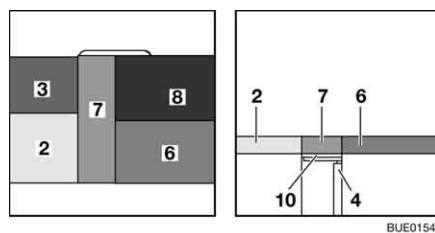

Fig. 141 Después de la transformación
- Colocar el cojín del respaldo (Fig. 141,8) en la mesa, delante del cojín del asiento (Fig. 141,6).
- Colocar el cojín del respaldo (Fig. 141,3) en la prolongación de asiento transformable, delante del cojín del asiento (Fig. 141,2).